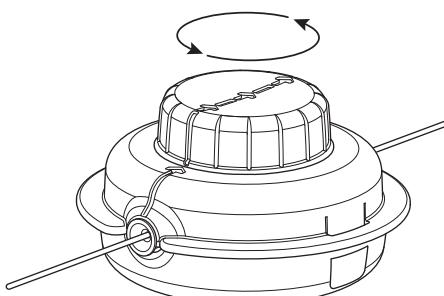

Fig. 19
- Gire la perilla de impacto en el sentido contrario a las agujas del reloj para enrollar el hilo hasta que sobresalgan aproximadamente 5 pulgadas (12.7 cm) por cada lado del cabezal de corte (Fig. 19). **NO** oprima la perilla de impacto mientras se enrolla el hilo.